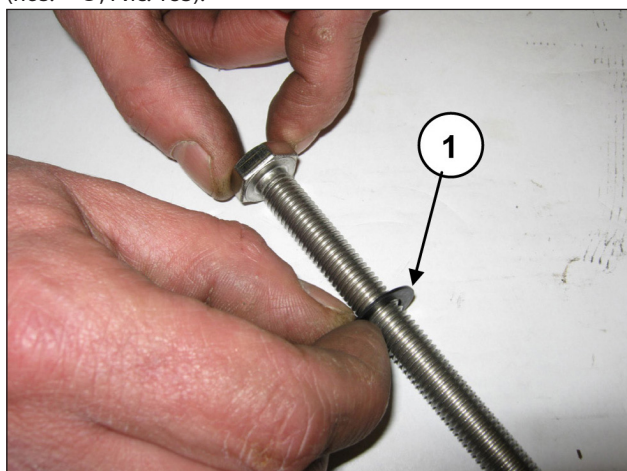

Рис. 183
Наденьте шайбу $\varnothing 10 \times 18 \times 0,9$ на крепежный винт поршня (поз. ①, Рис. 183).